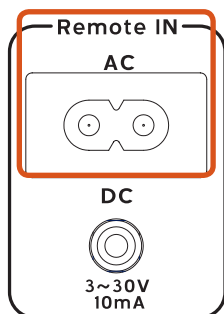

Figure 3a
- A. Branchez l'extrémité C8 (fig. 8 - femelle) du câble de commande CA à distance inclus dans la prise « Remote AC IN » (entrée CA à distance) située à l'arrière de la console d'alimentation. (fig. 3a)